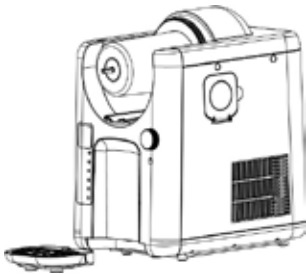

Fig. 1
8. Far scorrere la vaschetta raccogli gocce sotto l'apparecchio (Fig. 1).